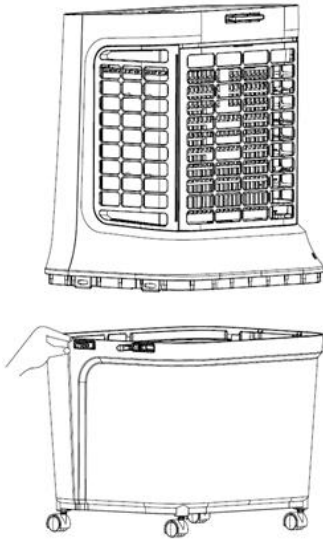

Fig.3
2. Em alternativa, pode retirar o reservatório soltando os acoplamentos e enchê-lo diretamente (Fig. 3 e 4).